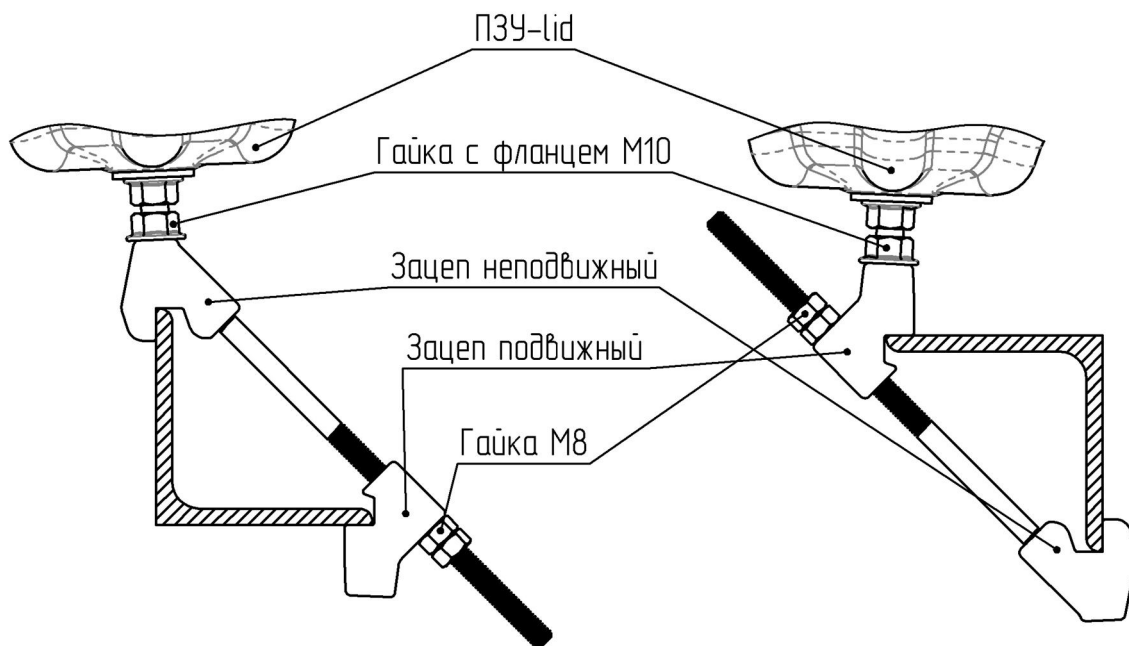

Рис. 4. Установка комплекта ПЗУ-LID-M на элементы конструкции траверс/опор, выполненные из углового профиля
- Предварительно собрать ПЗУ с гайкой М10 и одним из зацепов таким образом, чтобы обеспечивался **свободный поворот ПЗУ и гайки с фланцем М10** относительно оси отверстия зацепа **не менее, чем на два оборота**, и чтобы резьбовой стержень ПЗУ был ввёрнут в отверстие зацепа на длину **не менее 15 мм**. Установить крепление с ПЗУ одним из способов, изображённых на рис. 4, ввернув шпильку в отверстие неподвижного зацепа и пропустив второй её конец в отверстие подвижного, сориентировав вырез ПЗУ относительно траверсы соответствующим образом. При установке на вертикальную полку уголка нужно собрать ПЗУ с неподвижным зацепом, на горизонтальную – с подвижным.